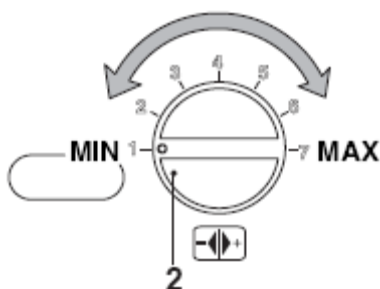

рис. 9.9
• Установите ручку 2 (см. рис. 9.9) на минимум, на дисплее LCD появится следующая последовательность изображений (изображение P09 чередуется с 01).